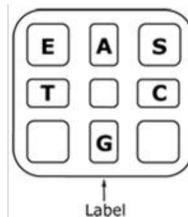

Abbildung 5. Grafische Darstellung der PyroMark Q24 Kartusche in der Draufsicht.
5. Beladen Sie die PyroMark Q24 Kartusche mit den entsprechenden Volumina an Nukleotiden sowie an Enzym- und Substratgemisch, wie in Abbildung 5 dargestellt. Stellen Sie sicher, dass keine Luftblasen aus der Pipette in die Kartusche gelangen. Make sure that no air bubbles are transferred from the pipet to the cartridge.